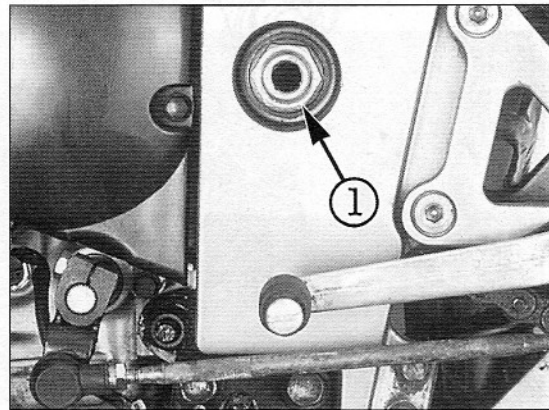

Bild 315
- Achsmutter ① Bild 315 ausdrehen, Schwinge entlasten und Schwingenachse herausziehen.